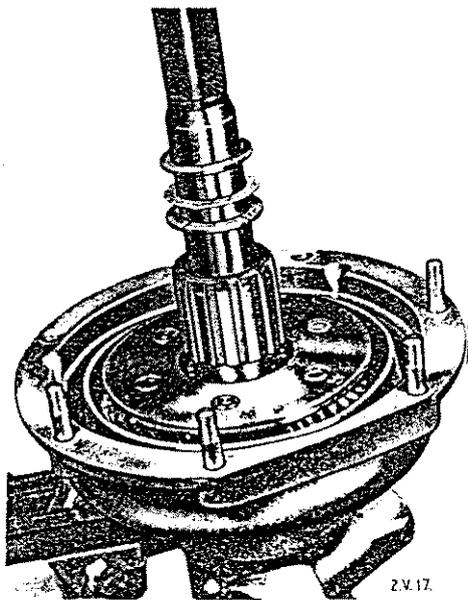

Abb. 18 Einbau der Sonnenrad-Anlaufscheiben. Die Extra-Anlaufscheibe der bekannten Stärke beachten.
Das hintere Gehäuse (39), wie in Abb. 18 gezeigt, in einen Schraubstock spannen, die Hilfs-Hauptwelle (Werkzeug Nr. L 185A) durch die Walzenkupplung einführen und folgende Teile in der aufgeführten Reihenfolge zusammensetzen: